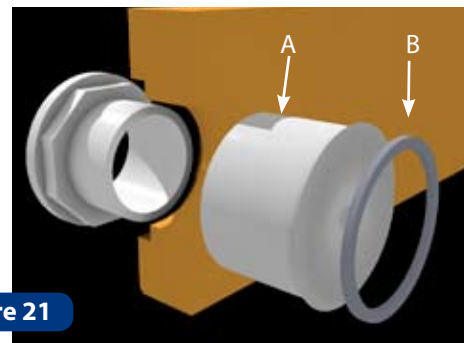

Figure 21
- Emboîtez la buse de refoulement depuis l'intérieur de la piscine (Pièce A - figure 21).
- Mettez en place le joint d'étanchéité adhésivé (Pièce B - figure 21).